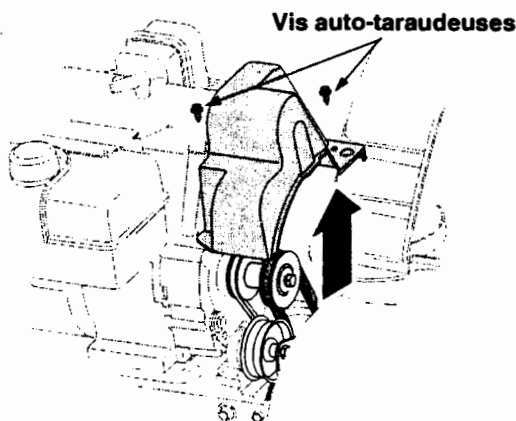

Figure 23
- Démontez le couvre-courroie en retirant les deux vis auto-taraudeuses qui le maintiennent sur l'habitacle de la souffleuse. Voir la Figure 23 .
- Démontez le couvre-courroie en retirant les deux vis auto-taraudeuse qui le maintiennent sur le châssis de la souffleuse. Voir la Figure 23 .